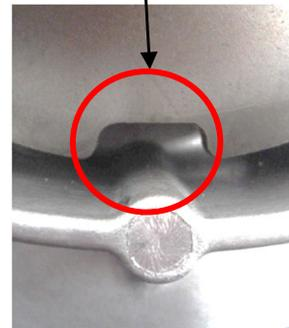

Figure 16
- Alignez les 2 encoches sur les flasques (1) et (10) ainsi que l'encoche carrée ou le point ou le no. de pièce sur le capot (14) (selon le modèle de capot) ensemble pour vous assurer que la poulie est équilibrée (voir figures 16 à 19).